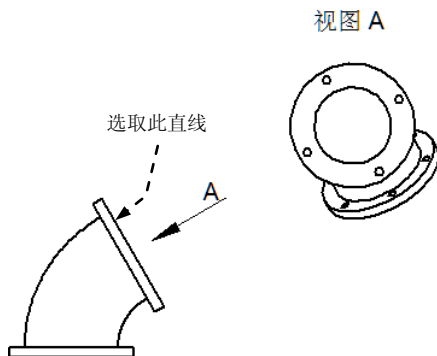

图 4.2.18 创建辅助视图
辅助视图类似于投影视图，但它是垂直于现有视图中参考边线的展开视图。用户可以选择视图中已有的边线或者两个点来定义参考线。下面以图 4.2.18 为例，说明创建辅助视图的一般过程。
Step3. 选择折叠线。在系统单击折叠线或单击以显示折叠线的第一个点的提示下, 选取图 4.2.18 所示的直线作为投影的参考边线。
Step4. 放置视图。先在主视图右上侧合适的位置单击放置视图 (图 4.2.18), 完成操作。